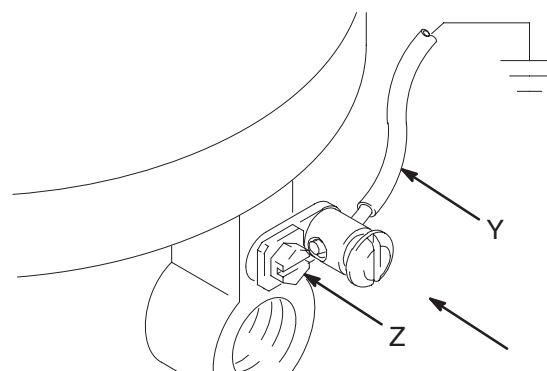

Fig. 2
Modell nr. 206078: Ta ut jordingsskruen (Z) og stikk den gjennom koplingsøyet i enden av jordledningen (Y). Fest jordingsskruen på pumpen igjen og trekk den godt til. Jordledningens andre ende koples til en god jordforbindelse. Se Fig. 2. *Bestillingsnummer for jordledning og klemme er 222011.*